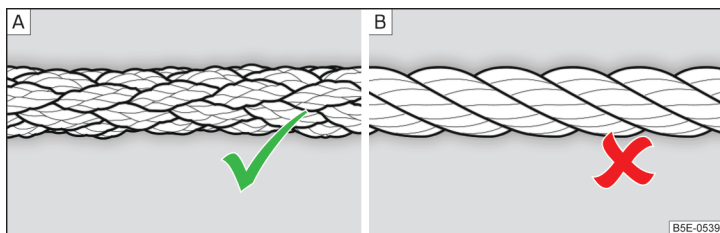

Fig. 226 Câble de remorquage tressé / Câble de remorquage tordu
Utilisez un câble de remorquage tressé pour le remorquage » fig. 226 - A.
- Lors du remorquage, n'utilisez pas de câble entortillé » fig. 226 - B, l'œillet de remorquage pourrait se dévisser du véhicule - risque d'accident.